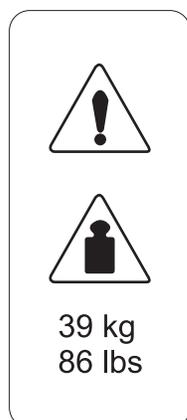

図 9. 無停電電源装置の重量ラベル
- 重量ラベル。xxvii ページの図 9 を参照してください。